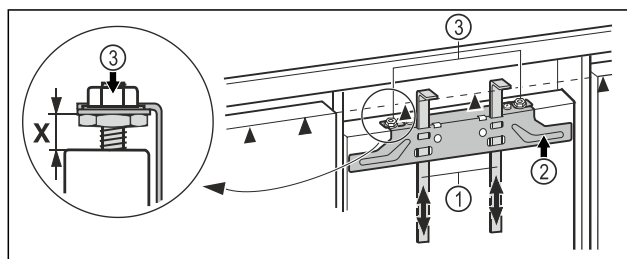

Fig. 20
- ▶ Podignite montažna pomagala Fig. 20 (1) na visinu vrata namještaja. Donji rub graničnika ▲ montažnog pomagala = gornji rub vrata namještaja koja treba montirati.
- ▶ Odvrtite pričvrсну poprečnu letvicu Fig. 20 (2) s pomoću protumatica Fig. 20 (3).